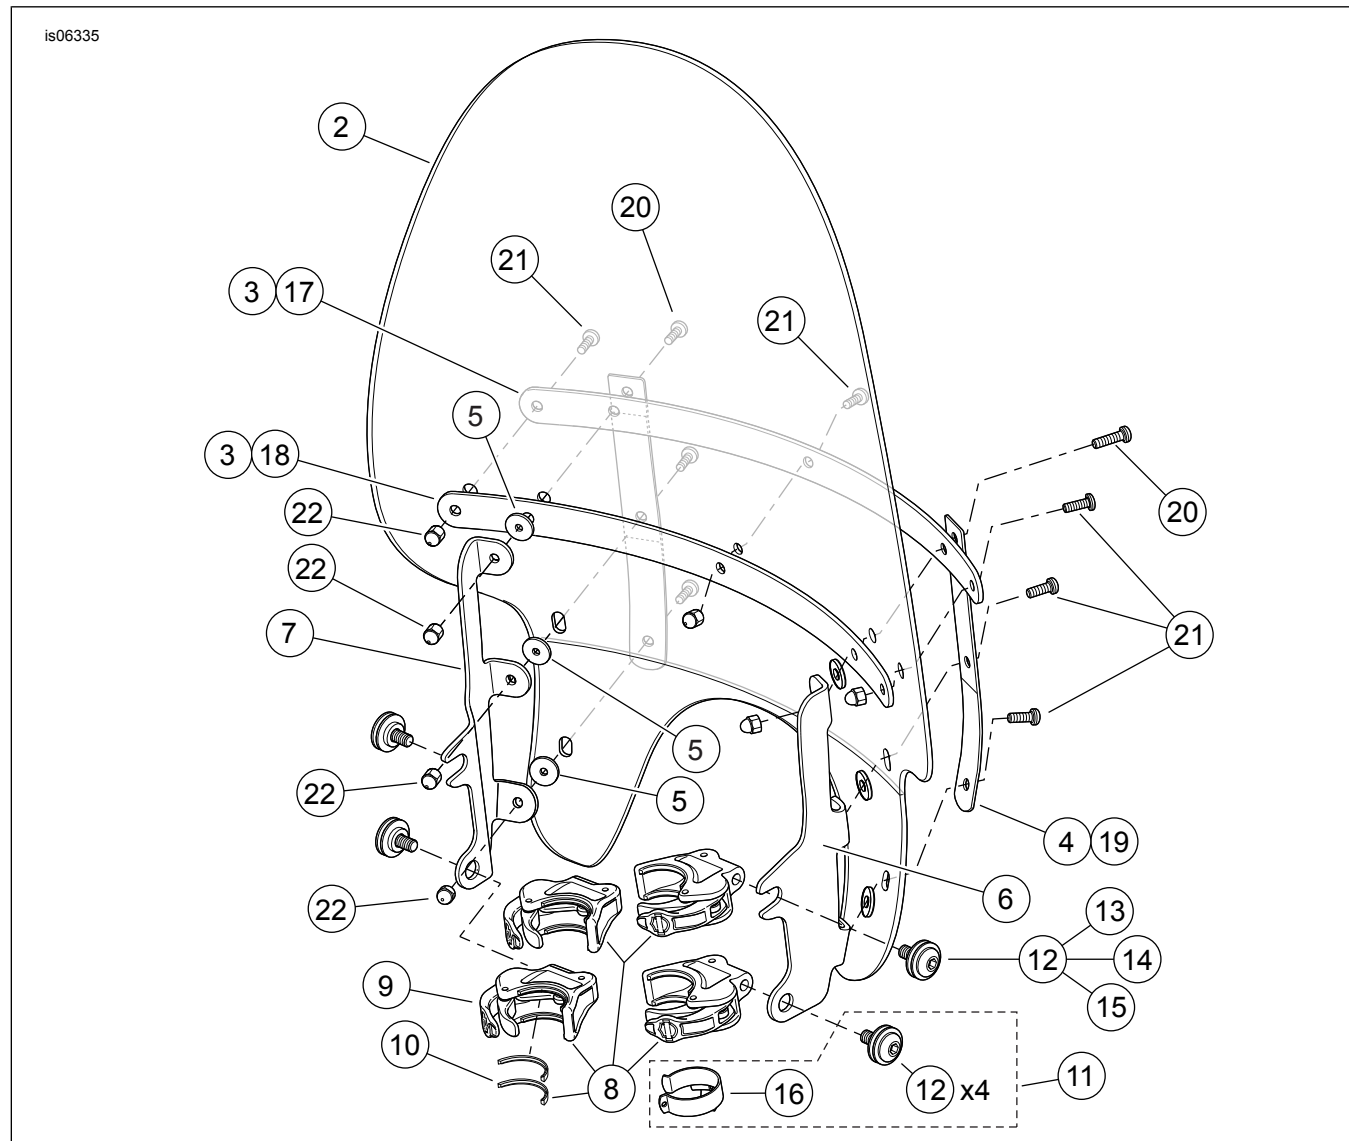

Figure 2. Pièces de rechange, pare-brise à déblocage rapide XL1200X
Voir Figure 2 et Tableau 2.
2. Voir Figure 2. Retirer l'ensemble de collier (8) et le kit de visserie (11) de l'emballage et séparer les pièces semblables avant le montage.
3. **Tous les kits.** Centrer le pare-brise autour du phare et installer les brides sur les tubes de fourche. Voir Figure 2 . Encliqueter l'attache de câble de commande des gaz (16) autour du tube de fourche du côté droit et acheminer les câbles de commande des gaz dans l'ouverture du guide.